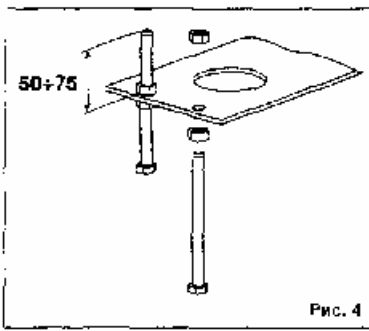
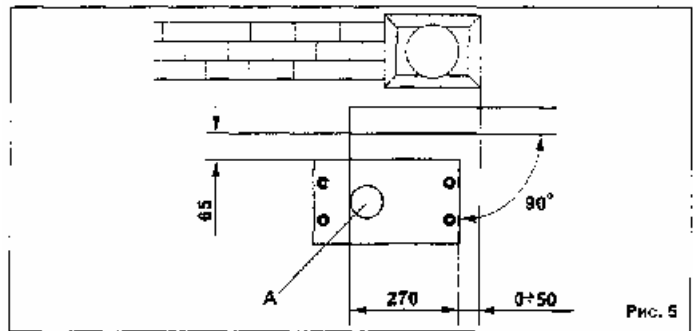
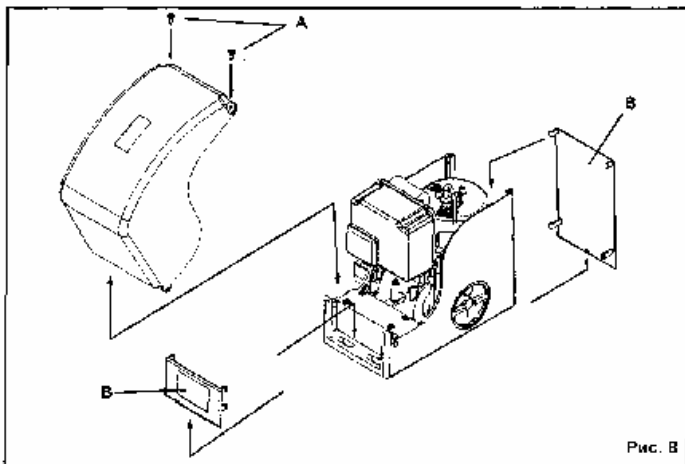
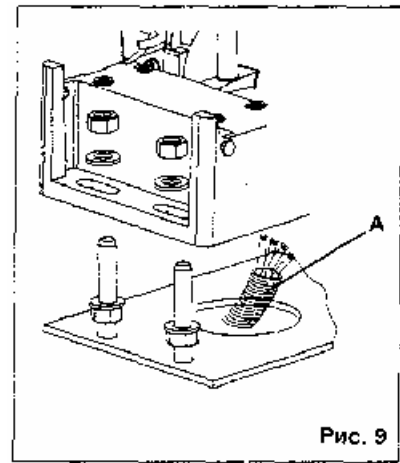

Рис. 4
Рис. 5
Рис. 8
Рис. 9
- Закрепите основание крепления привода сваркой или бетонированием (основание с арматурой для крепления в бетоне входят в комплект) как показано на рис. 4, 7. При измерениях руководствуйтесь рис. 5, 6, при этом створка имеет соответственно левое или правое расположение. Для горизонтальной установки используйте уровень;
- Снимите кожух выкрутив два винта А повернув его на 30 град. и поднимите вертикально вверх рис. 8, Разместите привод на закрепленной пластине основания в соответствии с рис. 9, 11 при помощи крепежа из комплекта. Пропустите кабели через отверстие в приводе. Проверьте параллельность привода и створки рис. 5, 6;